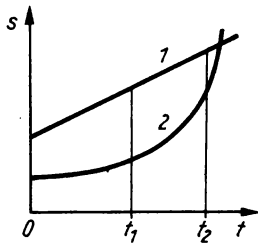

Bild 8
- 2.15** 1. Beschreiben Sie den Verlauf der Geschwindigkeiten für die beiden im Diagramm (Bild 8) dargestellten Bewegungen. 2. Vergleichen Sie die Momentangeschwindigkeiten zu den Zeiten t_0 , t_1 und t_2 .